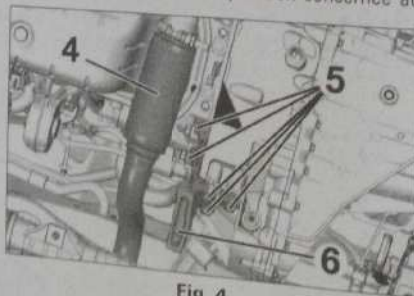

Fig. 4
- le flexible d'échappement (4) (Fig.4),
- les vis (5),
- l'impacteur (6),